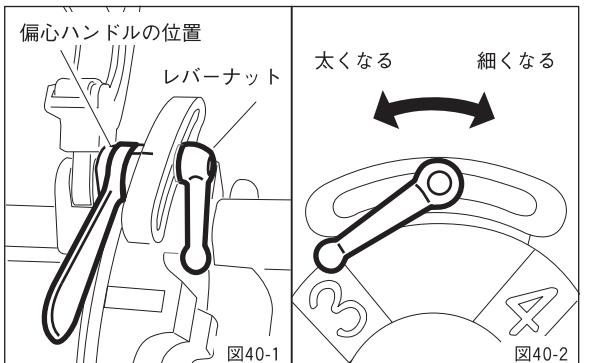

図40-2
②レバーナットは手でしっかりと締めるだけで充分です。ハンマー等で叩き締めする必要はありません。
③太いめ、細いめのねじを切るには、偏心台の目盛りをサイズ目盛りの線より手前にずらして合わせると太く切れ、反対に向側にずらして合わせると細く切れます。(図40-2)